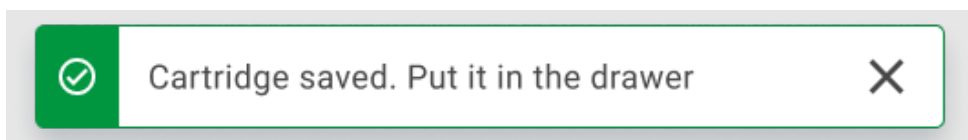

Figura 59. Schermata cartuccia salvata
10. A scansione riuscita, appare brevemente la seguente finestra di dialogo nella parte superiore dello schermo (Figura 59)